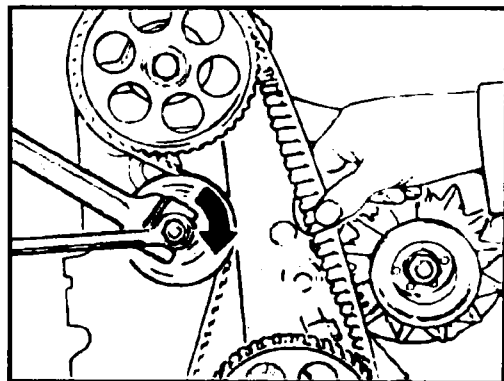

Рис. 2.58 Проверка натяжителя зубчатого ремня
- ◆ Наденьте ключ на шестигранник ролика натяжителя и поверните его в указанном на рис. 2.58 направлении. Зубчатый ремень считается правильно натянутым, если в месте, показанном на рис. 2.58 можно большим и указательным пальцами повернуть его не более чем на 90° . Более точную регулировку